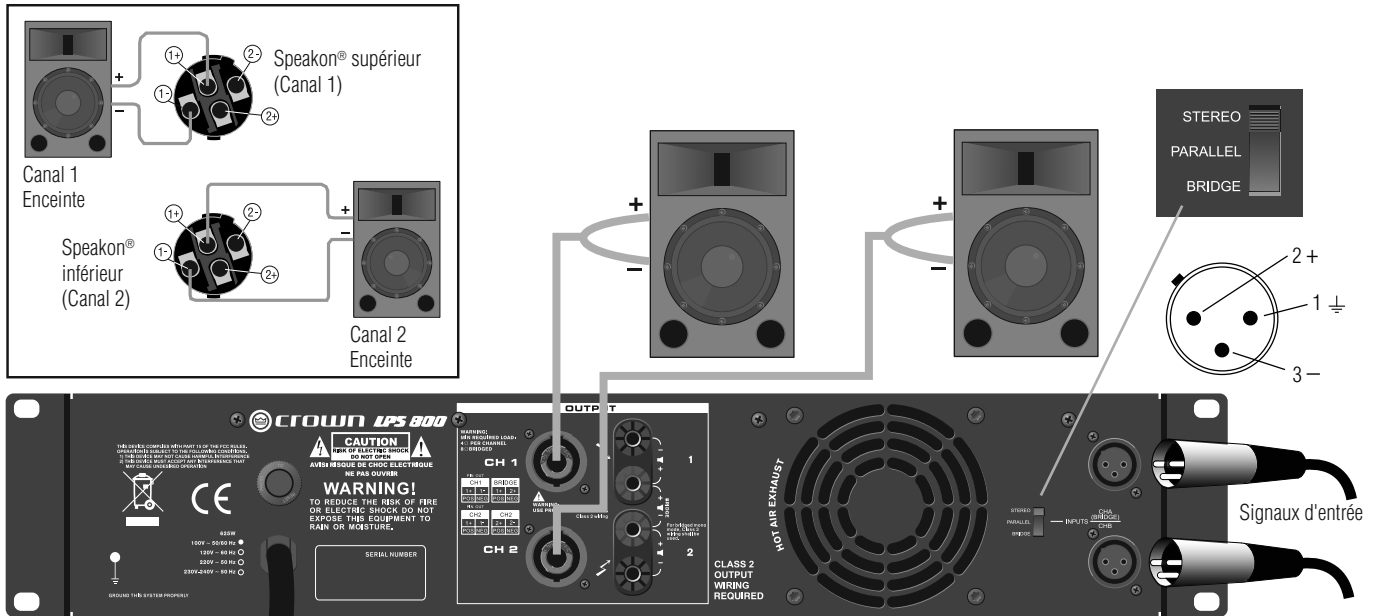

Figure 3. Câblage Stéréo (Dual) avec connecteurs Speakon®
1. Se reporter à la Figure 3. Sur le panneau arrière, régler le Commutateur de mode sortie sur STEREO.